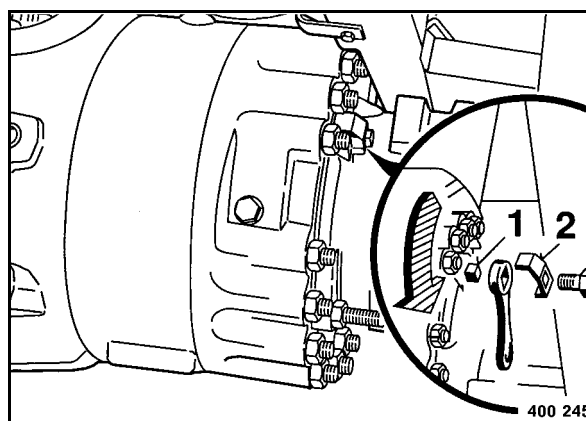

fig. 162
- Dévisser la plaque de sécurité 2 (fig. 162).
- Tourner le pan carré (1) dans le sens contraire des aiguilles de montre jusqu'en butée.